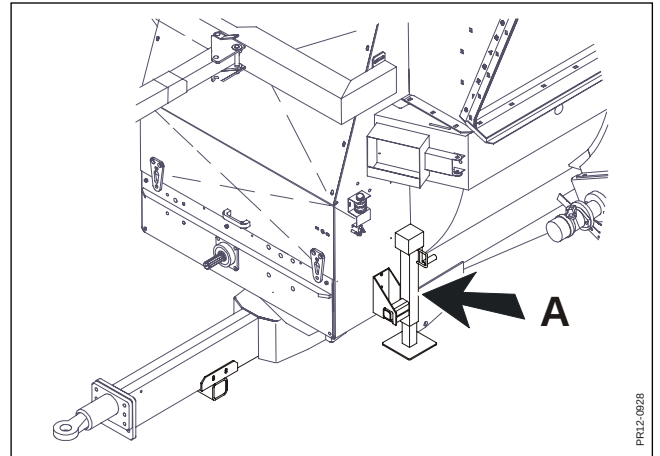

Fig. 4.10
- Fig. 4.10** Under transport skal støttestoden altid placeres i den dertil beregnede holder (A).